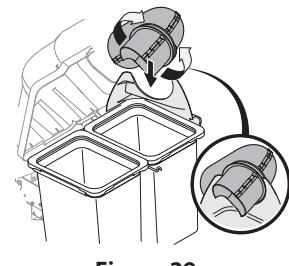

Figure 29
- Placez la goulotte par-dessus le coude jusqu'à ce que la rainure s'aligne avec le montant de la goulotte supérieure comme illustré dans l'encadré Figure 29.